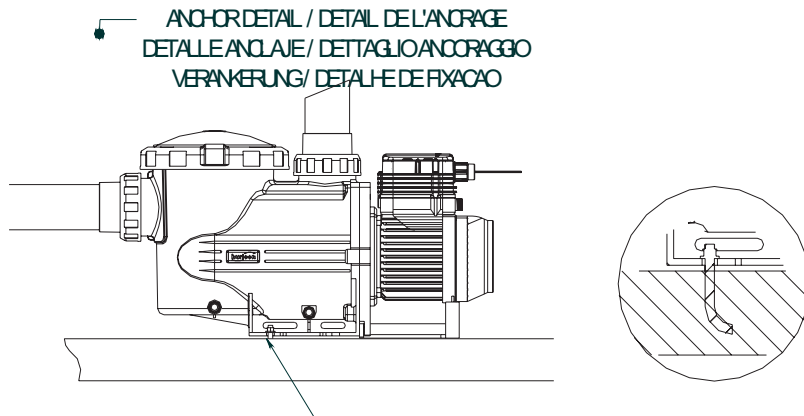

Fig. 2
- Para conectar la tubería, pegue los tubos y los conectores provistos con la bomba; las conexiones de herrajes a los puertos de succión y de retorno están engarzadas e incluyen selladores para evitar la pérdida de agua (Fig. 2).
- Coloque las tuberías de retorno de manera totalmente perpendicular y centrada en relación con el puerto a ser conectado para evitar que la bomba y la tubería estén sujetas a un estrés externo que, además de dificultar la colocación, podría romperlas (Fig. 2).
- Coloque la tubería de succión en una leve inclinación de un 2% hacia la bomba para evitar la formación de bolsas de aire (Fig. 2).